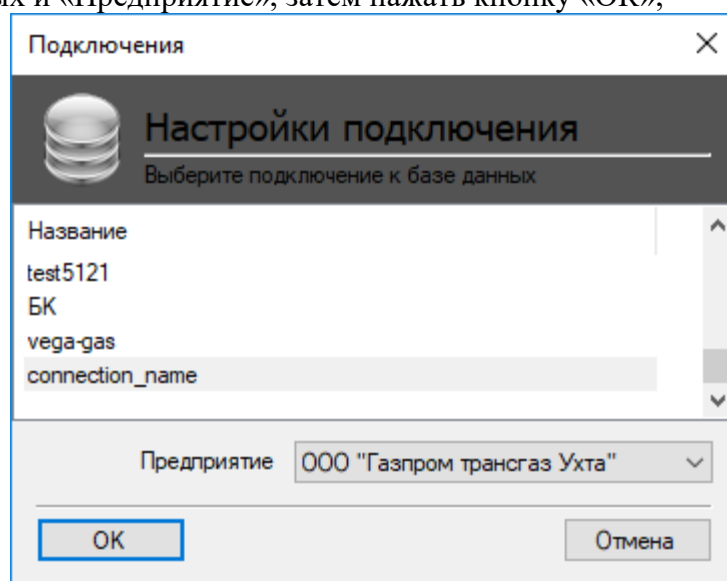

Рисунок 3.4.3
- в появившемся окне (см. Рисунок 3.4.3) выбрать ранее созданную базу данных и «Предприятие», затем нажать кнопку «ОК»;